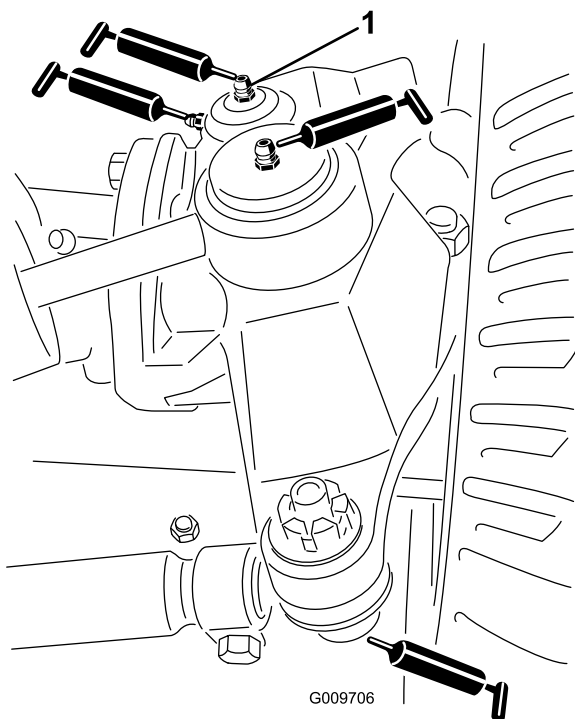

Figura 19
- Articulaciones esféricas del cilindro de dirección (2) (Figura 19)
- Articulaciones esféricas de las bielas (2) (Figura 19)
- Casquillos del pivote de dirección (2) (Figura 19). **El punto de engrase superior del pivote de dirección debe lubricarse solamente cada año (2 aplicaciones).**